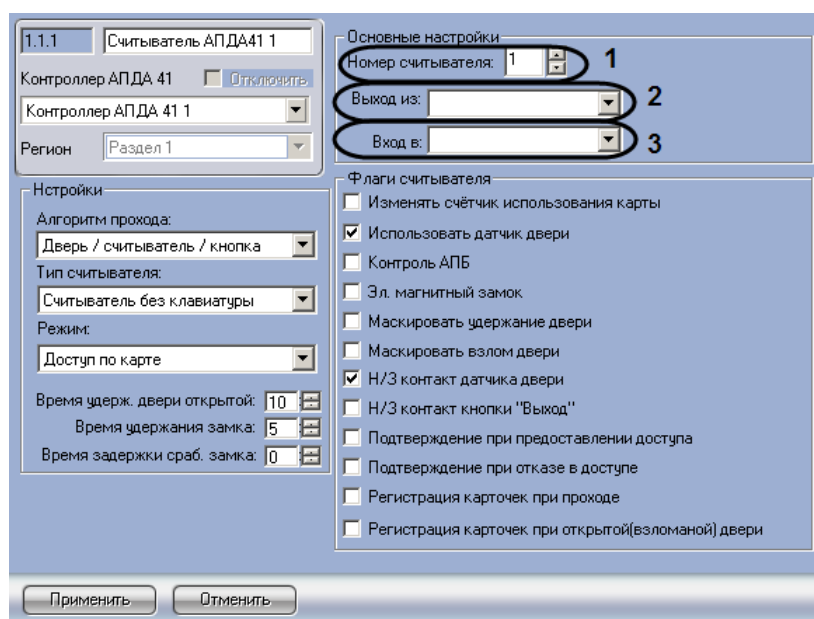

Рис. 3.6—2 Основные настройки считывателя
1. Перейти на панель настройки объекта **Считыватель АПДА21** или **Считыватель АПДА41** (Рис. 3.6—2).
2. В поле **Номер считывателя:** ввести с помощью кнопок **вверх-вниз** номер считывателя (возможные значения **1** или **2** для считывателя контроллера АПДА.21, **1, 2, 3** или **4** для считывателя контроллера АПДА.41) (Рис. 3.6—2, **1**).
3. Из раскрывающегося списка **Выход из:** выбрать объект **Раздел**, соответствующий территории, расположенной со стороны входа через точку доступа (считыватель) (Рис. 3.6—2, **2**).